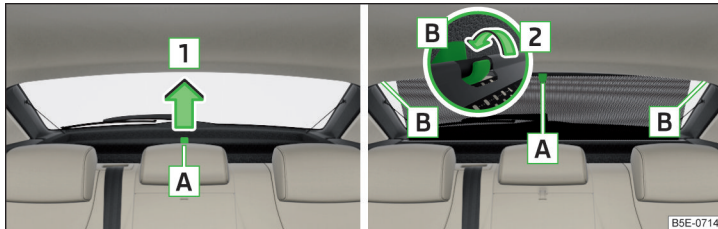

Abb. 74 Sonnenschutzrollo
- Zum **Ablenden** das Rollo am Griff **A** in Pfeilrichtung **1** herausziehen und in die magnetischen Halter **B** in Pfeilrichtung **2** einhängen » Abb. 74.